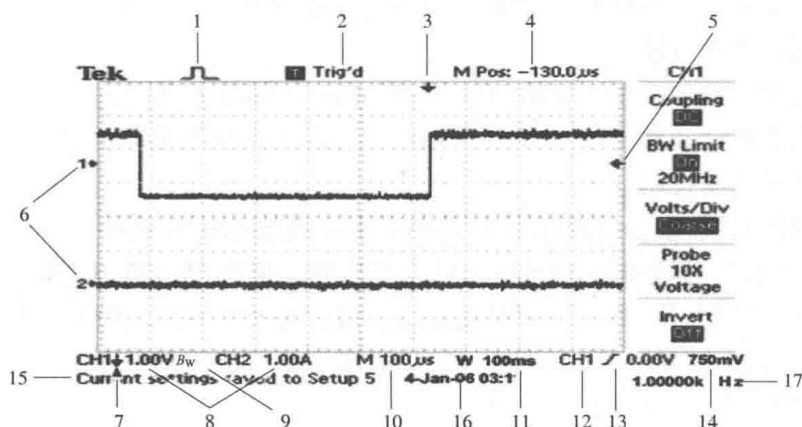

图 2-12 显示屏有关信息
(4) 显示区：除显示波形外，显示屏上还含有很多关于波形和示波器控制设置的详细信息。如图 2-12 所示，显示区主要包括：